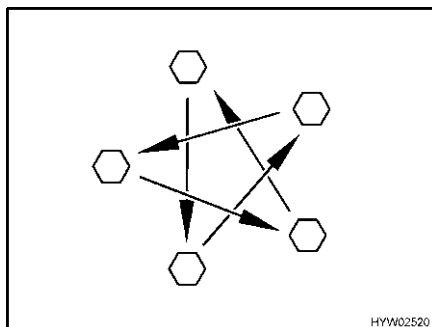

Fig. 172 Serrare a croce i dadi o i bulloni delle ruote
- Controllare regolarmente il serraggio dei dadi o dei bulloni. Regolare a croce (Fig. 172) il serraggio dei dadi o dei bulloni di una ruota sostituita dopo circa 50 km.
- ▷ Serrare a croce i dadi o i bulloni delle ruote (Fig. 172).